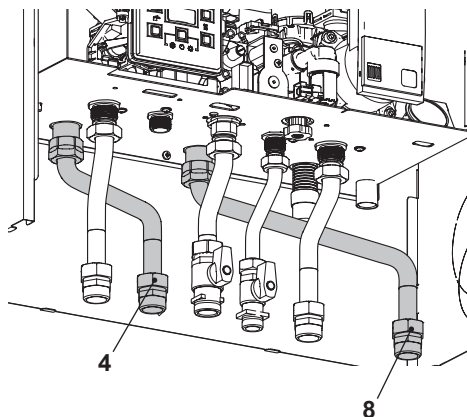

Figura 5.6
Per il corretto funzionamento della caldaia è **assolutamente necessario** collegare il bollitore esterno (serpentina) tra i raccordi 4 e 8 (Figura 5.6).
Collegare la mandata del serpentino bollitore al raccordo della caldaia MB (4) (Mandata bollitore) indicato in Figura 5.6.
Collegare il ritorno del serpentino bollitore al raccordo della caldaia RB (8) (Ritorno bollitore) indicato in Figura 5.6.